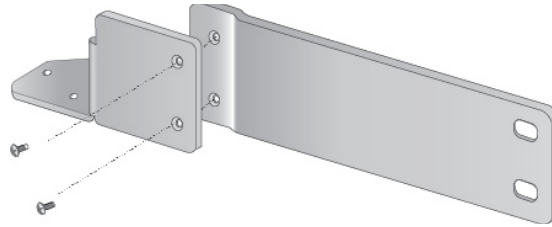

Рисунок 17. Крепление удлинителя к кронштейну
2. Прикрепите удлинитель к кронштейну при помощи винтов М4х6мм и крестовой отвертки Phillips, как это показано на рис. 17.